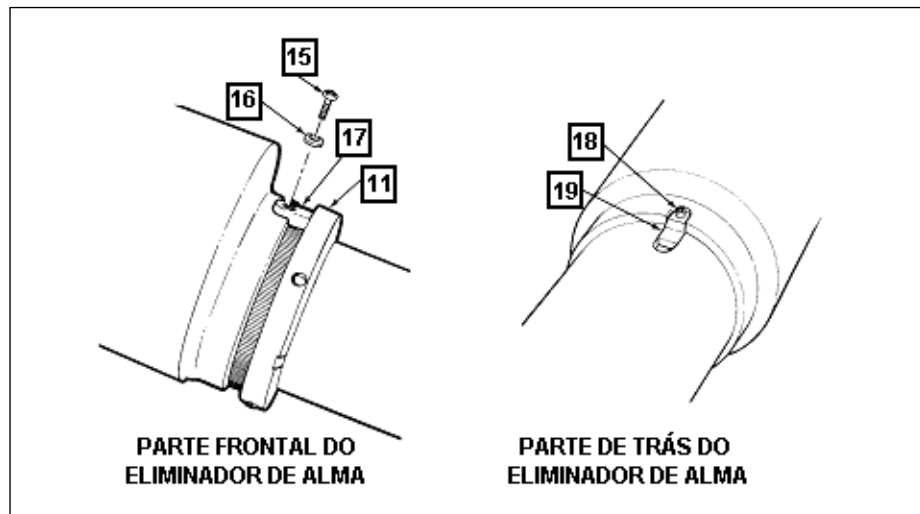

Fig 4-40. Eliminador de alma
c. Modelo antigo (Fig 4-40)
(1) Remoção da camisa térmica.